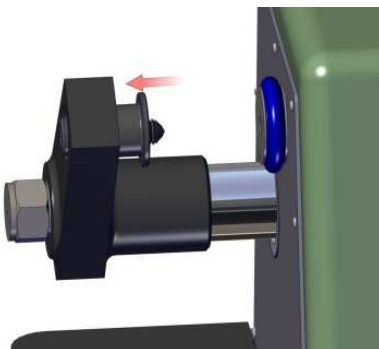
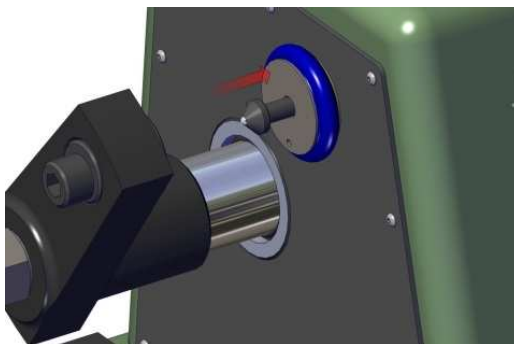
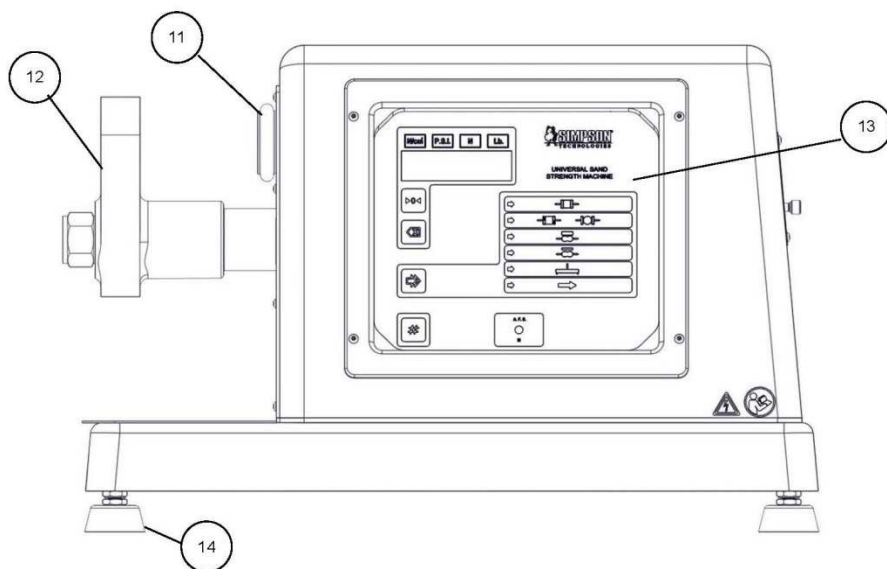

Figura 6.2.1
Figura 6.2.2
Figura 7.3: Vista Frontal
8. Reemplace los accesorios con la bolilla soporte ajustable y la bolilla soporte fija que se incluyen con la celda de carga mecánica, Modelo 42125. El Soporte ajustable se inserta en el brazo movable porta mordaza (Figura 7.3, Ítem 12) deslizando suavemente hacia el agujero aparejado (vea la Figura 6.2.1). Es extremadamente importante que la Calibración y los soportes cónicos estén limpios y libres de arena suelta. Inserte la bolilla soporte fija en agujero ubicado en el centro del soporte estacionario de mordaza (Figura 7.3, Ítem 11). (Vea la Figura 6.2.2 y 6.2.3).
13. Monte la celda de carga entre el soporte estacionario de mordaza (Figura 7.3, Ítem 11) y el brazo movable porta mordaza (Figura 7.3, Ítem 12).(Vea la Figura 6.2.4)